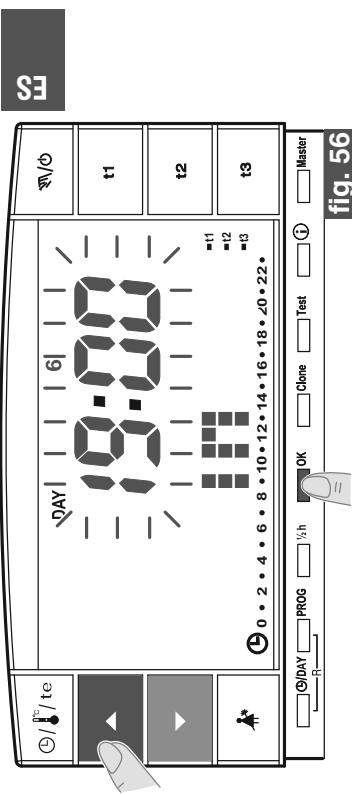
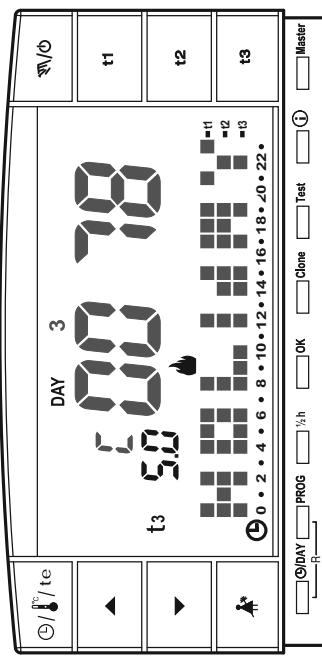

fig. 56
fig. 57
- En pantalla aparece (parpadeando) la hora en la que se pretende finalizar el recuento (regresar a la vivienda), con las teclas **▲▼** configurar la hora; confirmar pulsando la tecla **OK** (fig. 56 de la página siguiente).
- Una vez finalizada la introducción de los datos y que se ha confirmado con la tecla **OK** (ejemplo en fig. 56), en pantalla pueden aparecer **dos visualizaciones diferentes** (dependiendo de los datos que se han introducido).
- Pulsando la tecla **OK** (ejemplo en fig. 56) el cronotermostato iniciará la cuenta a atrás y el programa mantendrá la temperatura **t3 Ausencia configurada** (configuración de fábrica 5°C en modalidad “Invierno” y 33°C en “Verano”, ambas regulables como se ha indicado en el apartado 5.6) hasta el final de las horas programadas y en pantalla se visualiza el número de horas que faltarán para el final del programa más el mensaje **HOLIDAY** (ejemplo en fig. 57).
- Pulsando la tecla **OK** (ejemplo en fig. 56) el cronotermostato volverá al programa en función primero de la introducción de datos en el programa **P 04** en espera de activar este último programa.
Pasado este tiempo el cronotermostato iniciará la cuenta a atrás y el programa mantendrá la temperatura **t3 Ausencia configurada** (configuración de fábrica 5°C en modalidad “Invierno” y 33°C en “Verano”, ambas regulables como se ha indicado en el apartado 5.6) hasta el final de las horas programas; en pantalla se visualiza el número de hora faltantes al final del programa más el mensaje **HOLIDAY** (ejemplo en fig. 57).